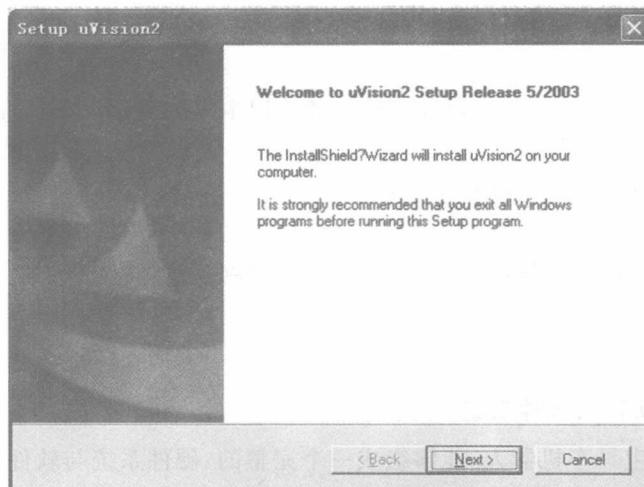

图 1-1-2 安装向导窗口
(1) 执行 Keil uVision2 安装程序, 如 D:\keil\setup\setup.exe 安装程序, 选择 Eval Version 版进行安装, 出现安装向导窗口, 选择 Next 按钮, 如图 1-1-2 所示。